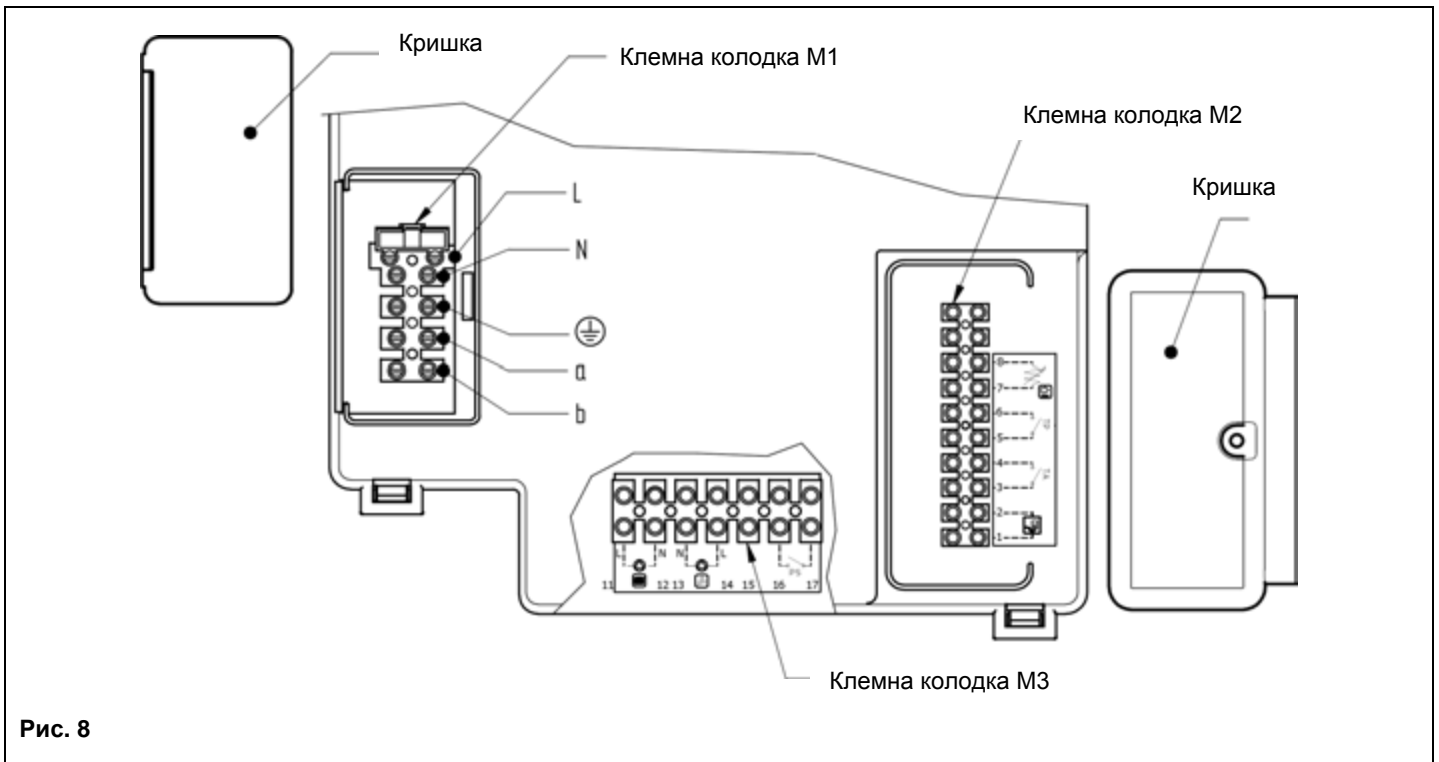

Рис. 8
- В клемну колодку вбудований плавкий запобіжник на 3,15 А (див. рис. 8). Для його перевірки або заміни необхідно вийняти чорний тримач запобіжника.
Щоб отримати доступ до клемних колодок М1 та М2, поверніть панель керування вниз та зніміть дві запобіжних кришки (див. рис. 8).
Кліматичний регулятор фірми SIEMENS моделі QAA73 (замовляється окремо) підключається до клем 1-2 клемної колодки М2 (рис. 8), попередньо необхідно видалити перемичку між клемми 3-4.
Датчик вуличної температури фірми SIEMENS моделі QAC34 (замовляється окремо) підключається до клем 7-8 клемної колодки M2 (див. рис. 8).